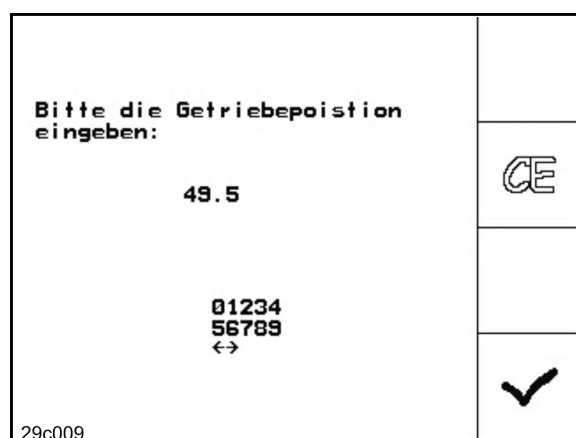

Fig. 80
- Einstellungen bestätigen und den Skalenwert, der vom Getriebehebel auf der Skala angezeigt wird, im sich öffnenden Menüfenster (Fig. 80) eintragen.